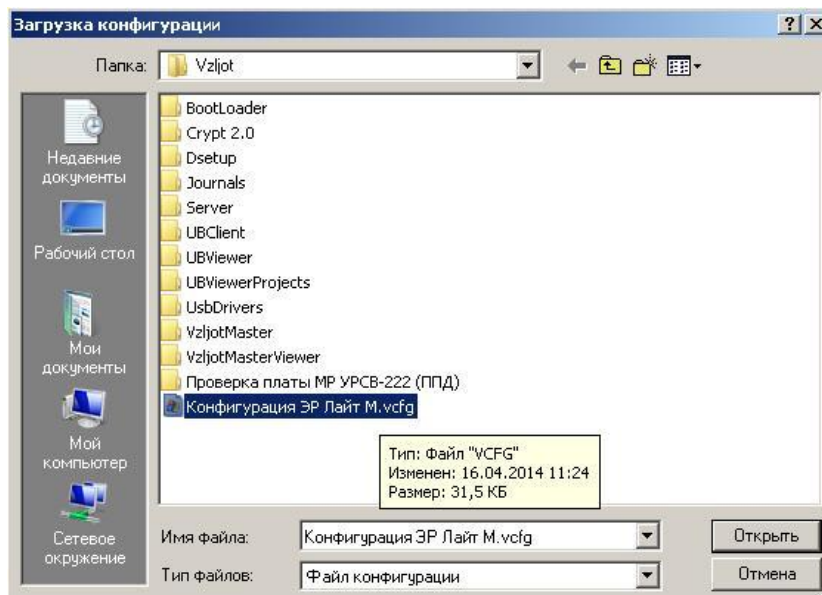

Рис.28. Окно «Загрузка конфигурации»
- в программе «Универсальный просмотрщик» выбрать пункт «Проект» / «Конфигурация» / «Загрузить конфигурацию» и выбрать файл конфигурации для загрузки (рис.28).